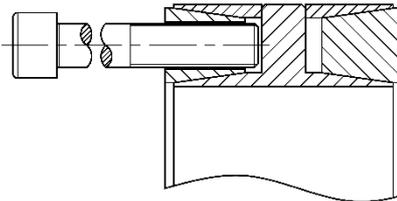

Fig. 2
- III. Para anéis de dimensões maiores, é recomendável montar alguns parafusos na rosca de extração do anel frontal (Fig 2), para facilitar a montagem.
- II. Remover os parafusos próximos às roscas de extração e montá-los nestas roscas. O anel frontal é liberado pelo parafuso extrator quando se apoiar na face sem furação do anel interno (Fig. 2).